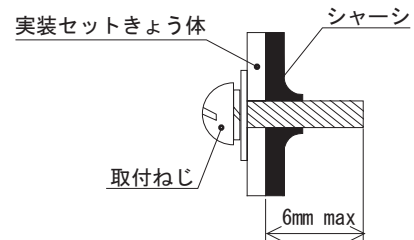

図 4.1 取付ねじ
- 使用するねじは、内部部品との絶縁距離を保つため、ねじ挿入長さは電源の外側から6mm max とします（図 4.1 参照）。